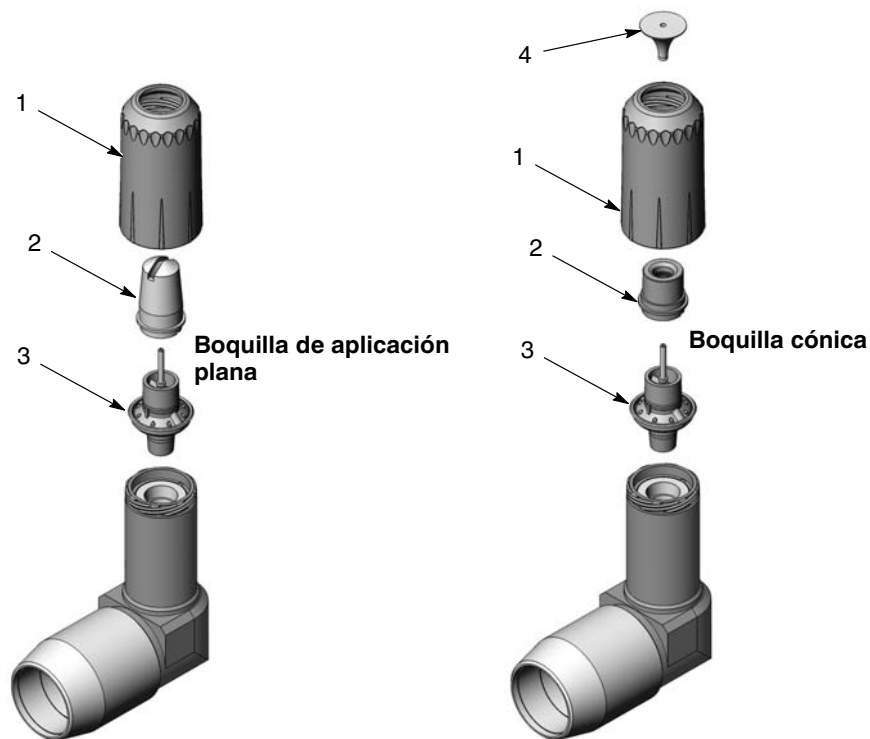

Figura 7 Instalación del portaelectrodo y de la boquilla en la extensión
- Ver la figura 7. Instalar el portaelectrodo (3), la boquilla (2) y la tuerca de la boquilla (1) en la extensión. En caso de utilizar una boquilla de aplicación plana, orientar la boquilla según se desee antes de apretar la tuerca de la boquilla a mano. Si la boquilla es cónica, instalar el deflector (4) sobre el portaelectrodo después de apretar la tuerca de la boquilla.
2. Ver la figura 7. Extraer la boquilla y el portaelectrodo de la extensión.